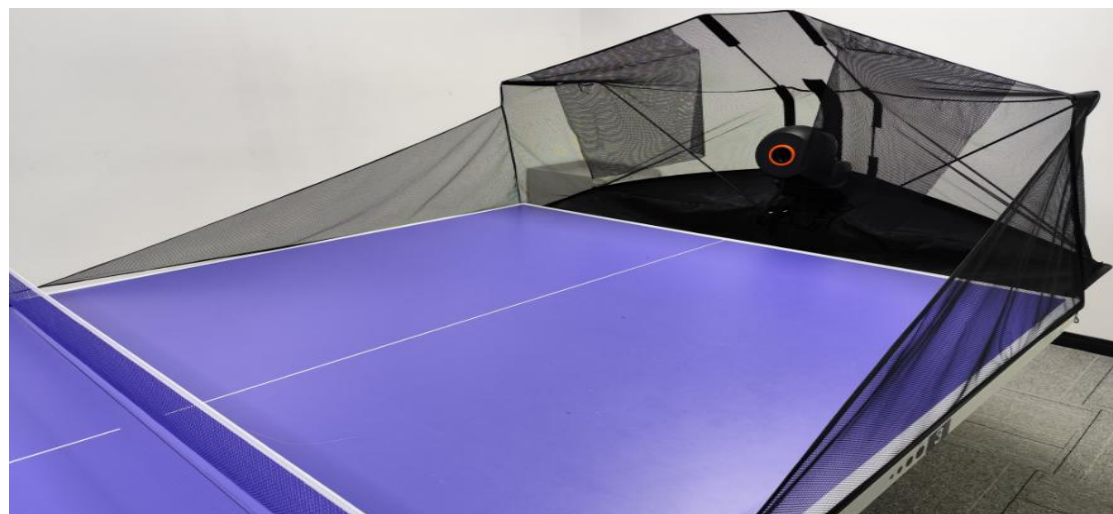

Figure 2-4
2.1.5. Переместите Робота к центру нижнего края стола, убедившись, что опорные стержни с обеих сторон сетки для возврата мячей соприкасаются с нижним краем стола. Заблокируйте зажим всенаправленного колеса. Выпрямите эластичные ленты по обеим сторонам сетки для возврата мячей, перекиньте их через верхние части опор сетки стола и закрепите на этих опорах (Рисунок 2-4).